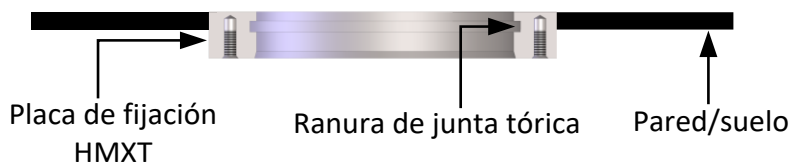

Ilustración 23: Placa de fijación con montaje empotrado
1. Cuando la placa de fijación se haya soldado, asegúrese de que esté empotrada en la superficie interna (Ilustración 23).